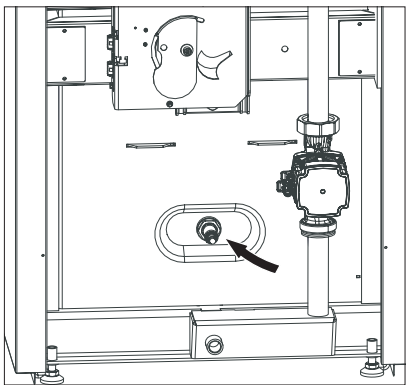

Fig. 72 Débrancher et dévisser la sonde lambda
- ▶ Débrancher la sonde lambda et la dévisser à l'aide d'une clé à fourche (ouverture 22) (Fig. 72). Retirer avec précaution les impuretés à l'aide d'un pinceau ou d'un chiffon doux.